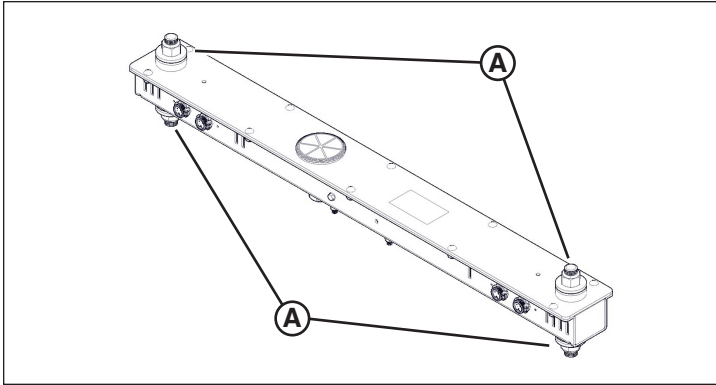

Figura 3
3. Mientras afirme las luminarias, retire el conjunto de tuerca y arandela (A, Figura 3) que fijan la horquilla de articulación de las lámparas y retire cada luminaria y cada horquilla de articulación.